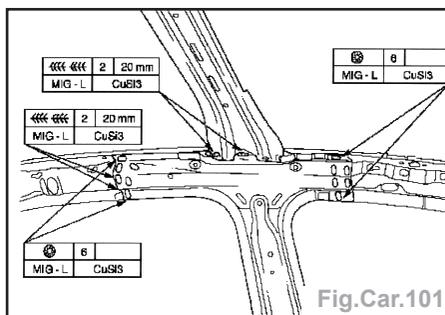

Fig.Car.101
- Soudage au MIG du montant B intérieur sup. (Fig.Car.101).